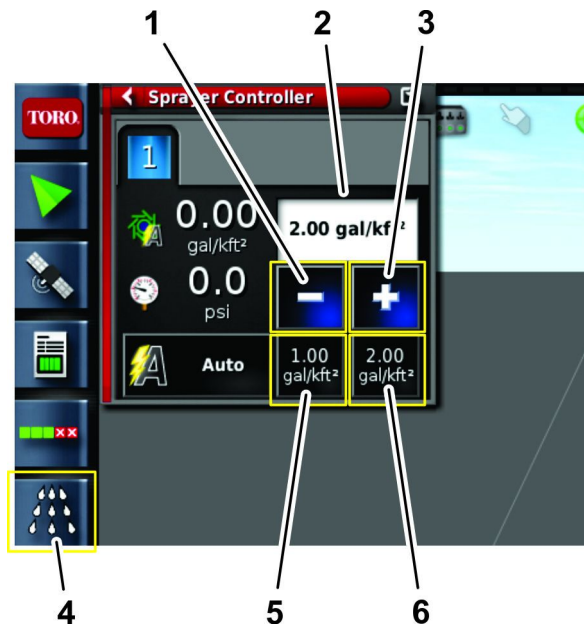

Figura 180
10. Insira a taxa de aplicação desejada com um dos valores predefinidos, utilizando os ícones Mais e Menos ou selecionando o ícone da taxa de aplicação alvo atual (Figura 180).